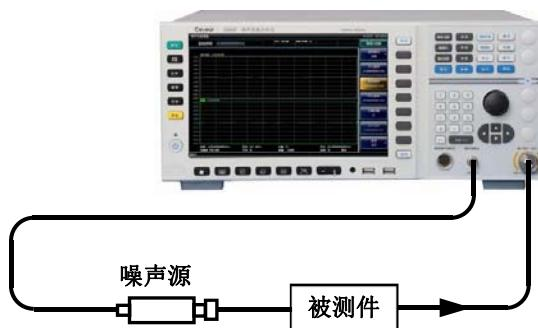
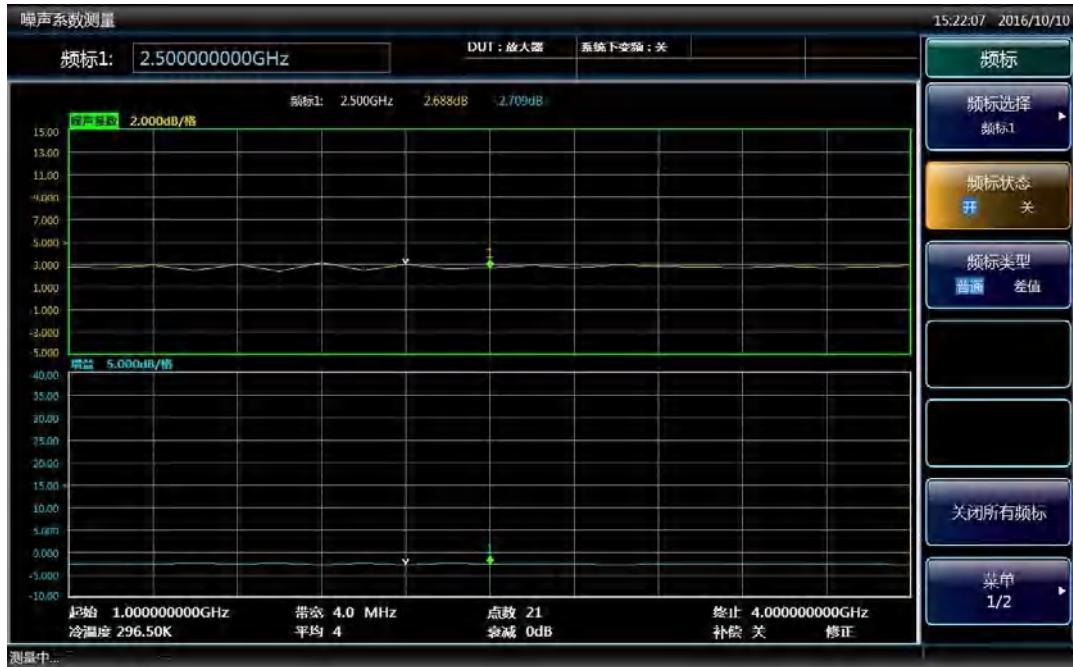

图 4.12 连接 DUT 进行测量
图4.13 测量结果的图形显示
- 步骤3. 根据图4.12所示，将噪声源输出与被测件输入连接。连接好后，测量结果显示在噪声系数分析仪显示屏中，图形显示结果类似于图4.13。